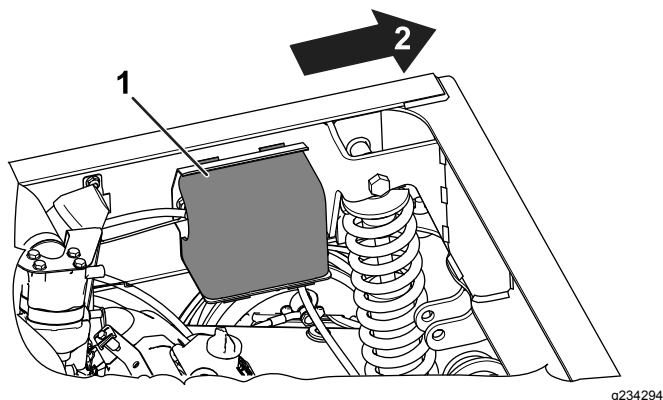

Figura 4
1. Rimuovete il coperchio dal solenoide di avviamento/funzione (Figura 4).